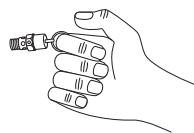

Figura 5
- Hale el anillo de la válvula y deje que calce de nuevo en su posición normal (Vea la Figura 5). Esta válvula libera el aire automáticamente si la presión del tanque excede un nivel máximo fijado de fábrica.